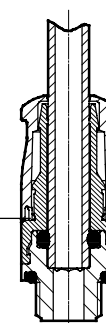

Figure 3
- 4) Appuyer sur la douille jusqu'à la butée 2 de la pince de serrage [7], jusqu'à ce qu'un déclic indique qu'elle est enclenchée (→ Fig. 3). La douille fermée appuie les segments de la pince de serrage contre le tuyau en plastique et le maintient ainsi en place.